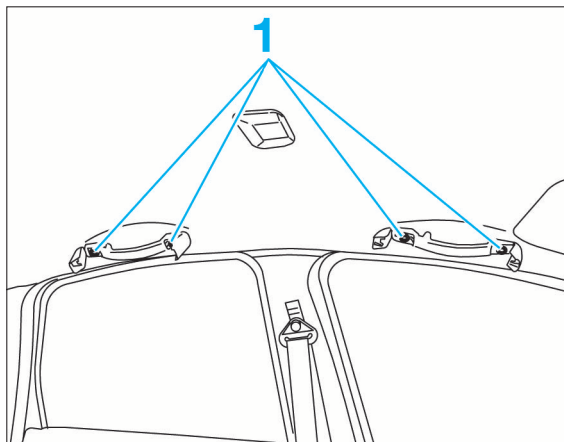

FIG. 5
- Déposer les vis de fixation (1) des poignées de maintien au pavillon (Fig.5).